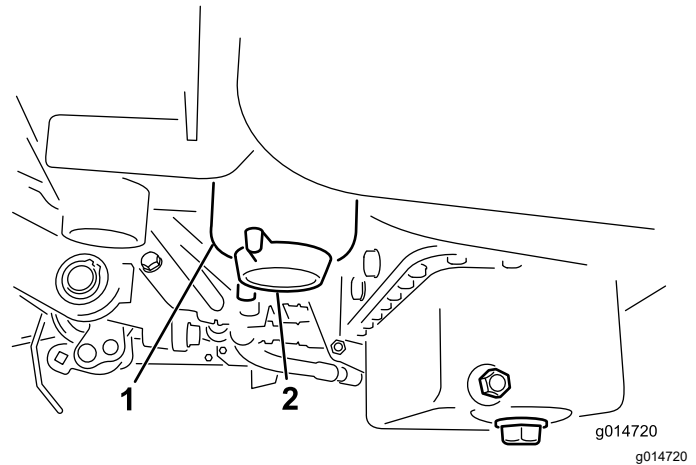

Figura 33
3. Abra el tapón de vaciado del filtro de combustible aproximadamente una vuelta y drene cualquier agua acumulada (Figura 33).